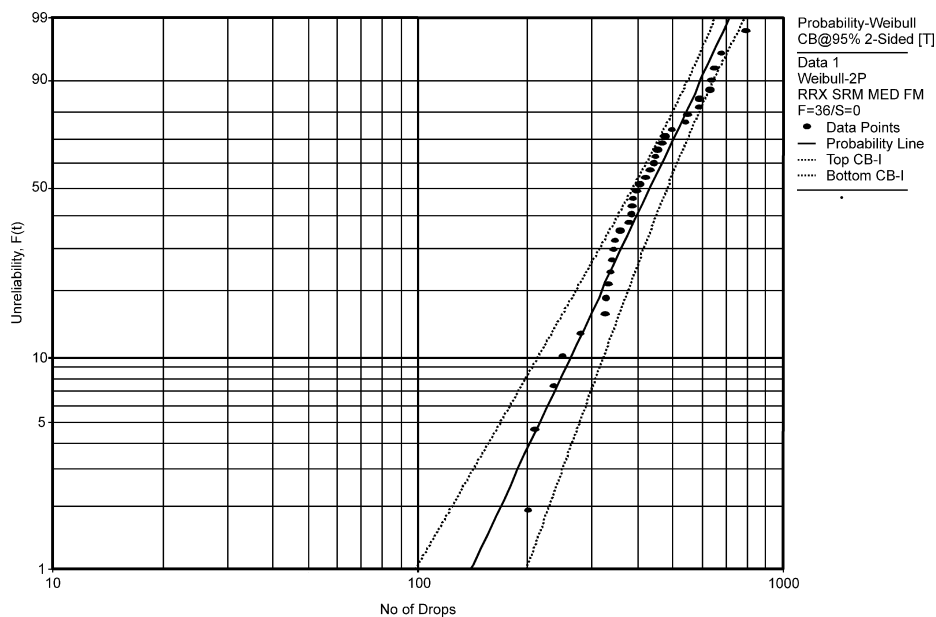

FIGURE 6. Micro SMD 0.5 mm Pitch, 30 Bumps
4. 落下試験：落下試験の結果を Figure 6～9 に示します。落下試験は以下の条件で実施しました。